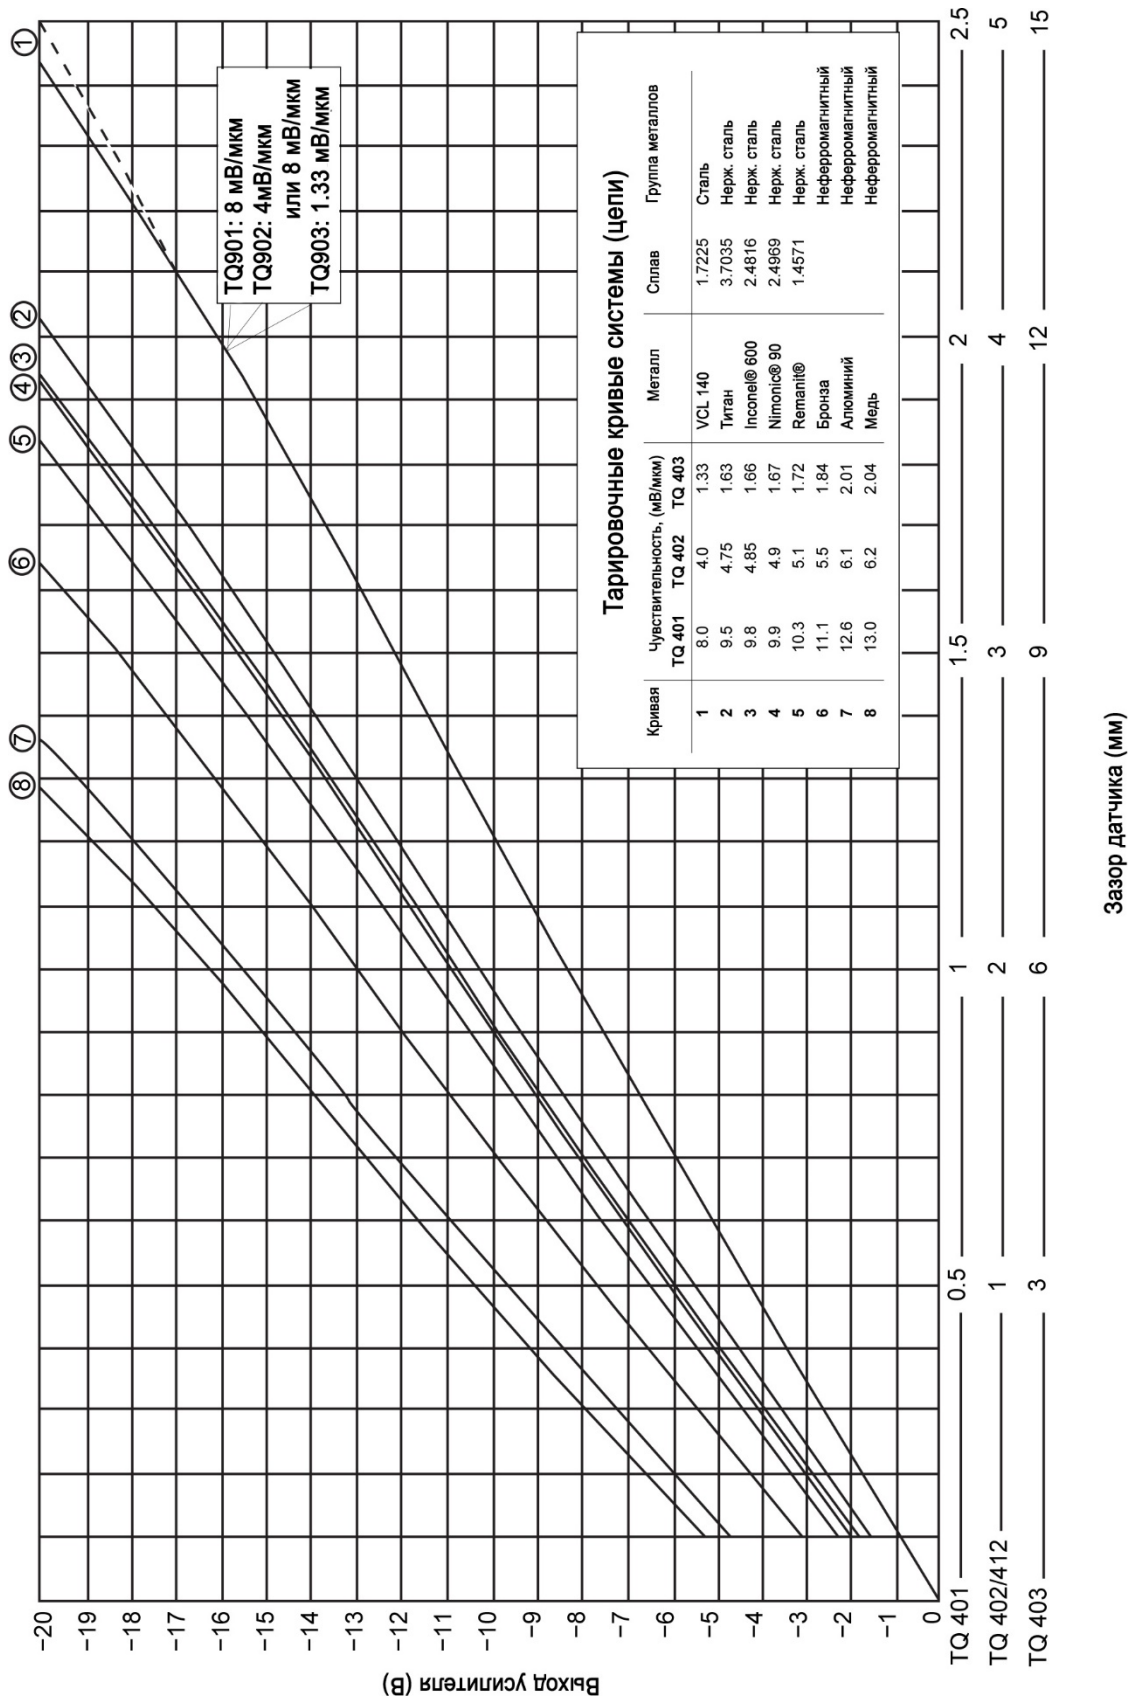

Рис. 6-4: Кривые калибровки вихретокового преобразователя на основе TQ9xx для стали VCL 140 и других металлов
- 1- Подключите источник питания -24 В постоянного тока между клеммами “-24 В” и “COM” усилителя сигнала IQS900 (см. Рис. 6-4).
- 2- Последовательно подключите амперметр (DMM) к источнику питания (см. Рис. 6-4).